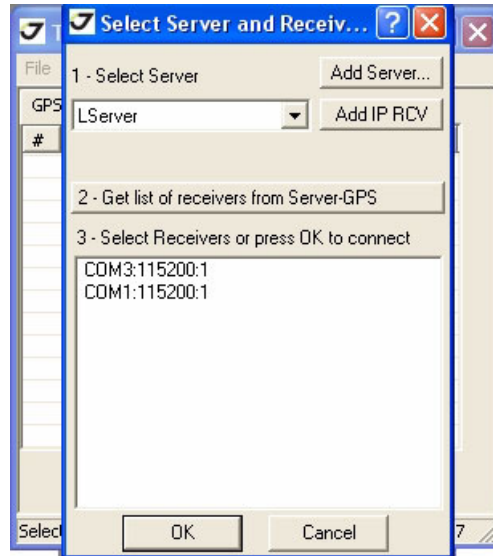

Рисунок 3-15. Параметры соединения
2. Запустите TriVU. Выберите последовательный порт (COM-port) и нажмите Ok (Рисунок 3-15).